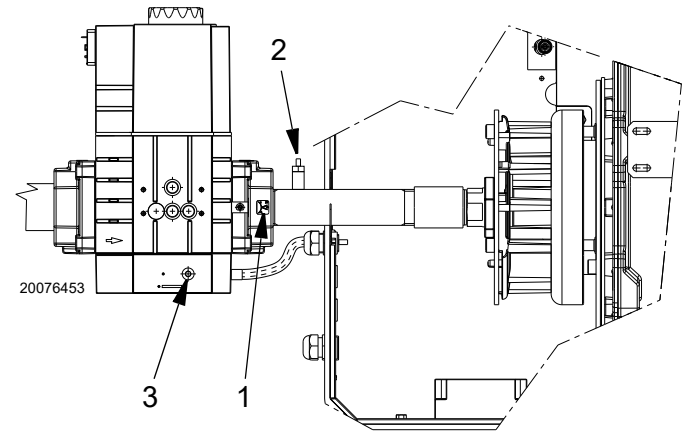

Fig. 7
点 1 处压力 = - 12 mbar (图 7 的第 2 图)。
* 按照 Tab. F 提供的标示, 拧紧螺钉 1) (Fig. 7), 朝 “-” 标志拧到底, 然后朝 “+” 标志打开。
图例 (图 7)